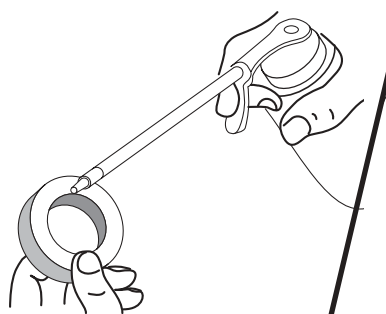

Fig. 22
4. Appliquez suffisamment d'huile propre SAE 30 pour enduire légèrement le filtre (Fig. 22).